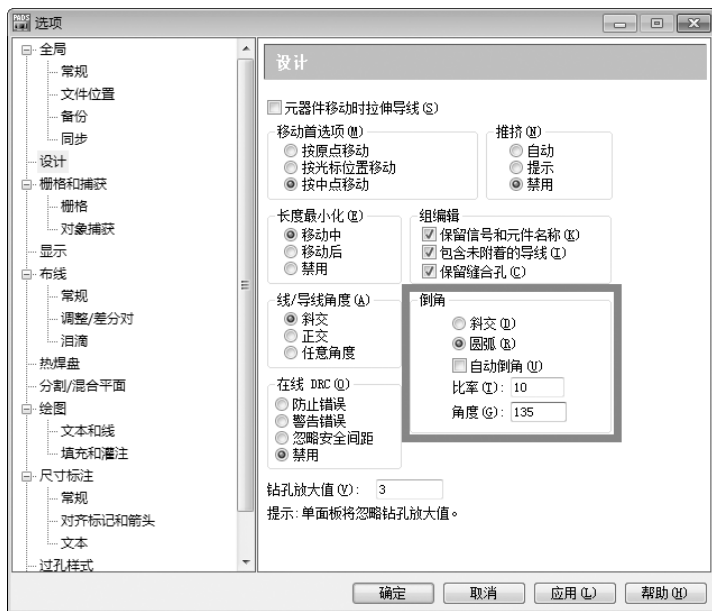

图 6-19 倒角设置
(1) 可以先进行倒角设置，执行菜单命令【工具】-【选项】，在“设计”选项的“倒角”中，选择“圆弧”，可以对圆弧倒角的比率和角度进行编辑，如图 6-19 所示。